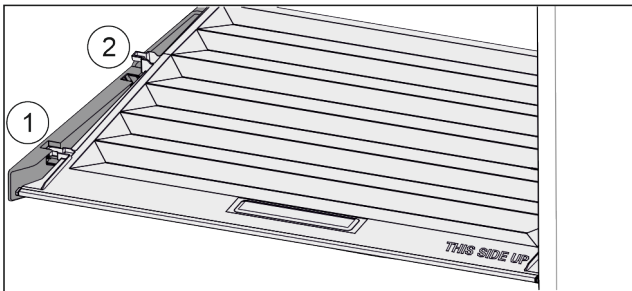

Fig. 128
- ▶ Потянуть крышку до отверстия в поддерживающих деталях вперед Fig. 128 (1).
- ▶ Поднять сзади снизу и извлечь Fig. 128 (2) движением вверх.